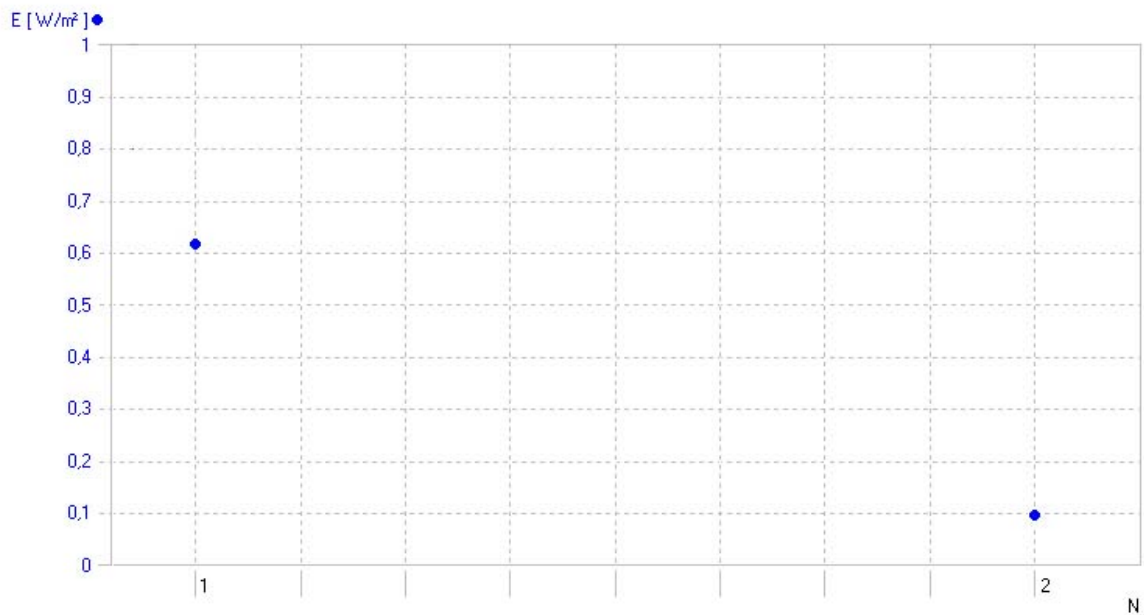

Fig. 3 Representación en pantalla de los puntos de medida del experimento anterior en 3B NET/lab™ (U11310)
- Se representa gráficamente la dependencia de los valores de medida (Fig. 3).